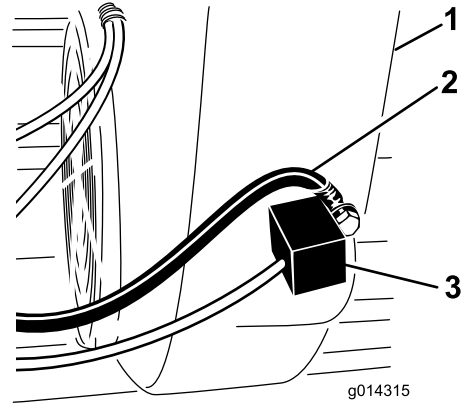

Bild 5
7. Ermitteln Sie das Motorzündungsmodul an der Unterseite der Motorhaube (Bild 5). Es befindet sich vorne am Motor.